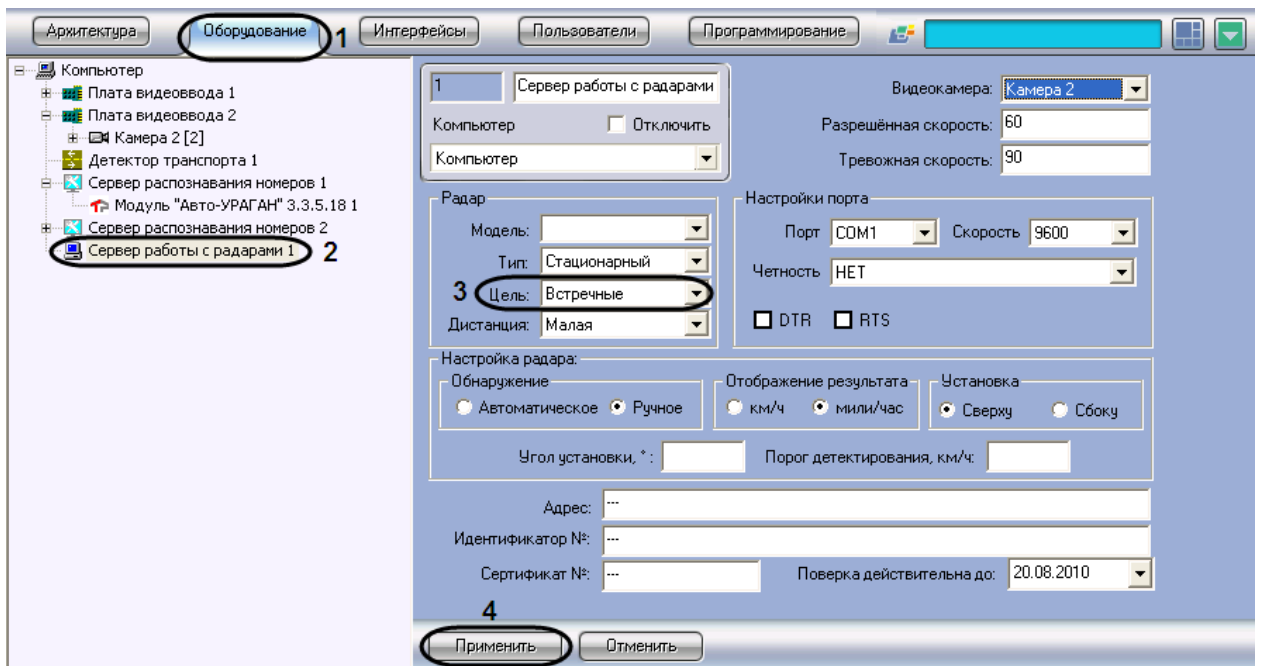

Рис. 7.3—7. Выбор направления движения транспортного средства, относительно устройства «Радар»
2. В дереве объектов на вкладке «Оборудование» выбрать объект «Сервер работы с радарными», соответствующий настраиваемому программному модулю «Радар» (см. Рис. 7.3—7, 2). В правой части вкладки «Оборудование» отобразится панель настройки выбранного объекта.
3. В списке «Цель» выбрать направление движения транспортного средства относительно устройства «Радар» для определения скорости движения (см. Рис. 7.3—7, 3).
4. Нажать кнопку «Применить» (см. Рис. 7.3—7, 4).